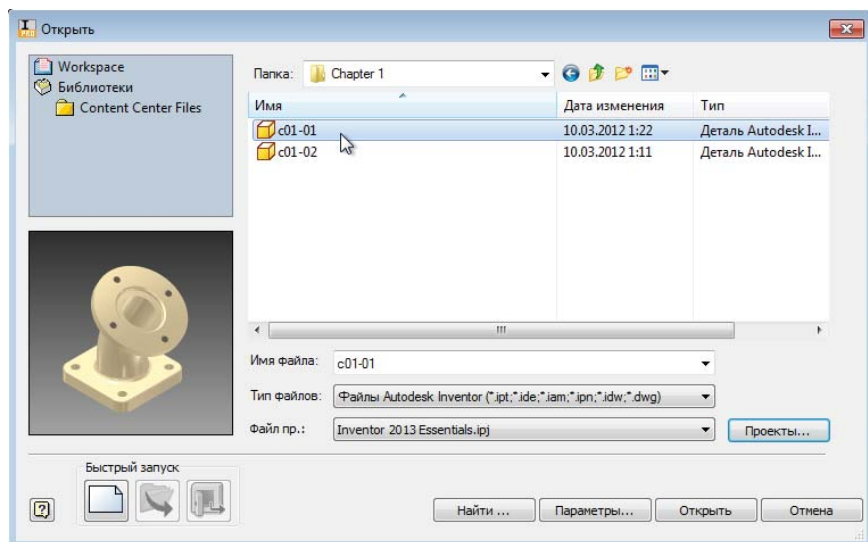

Рис. 1.3. Изменение активного проекта при открытии файла
3. В диалоговом меню открытия файла при помощи проводника перейдите к папке C:\Inventor 2013 Essentials\Parts\Chapter 1, как показано на рис. 1.3.